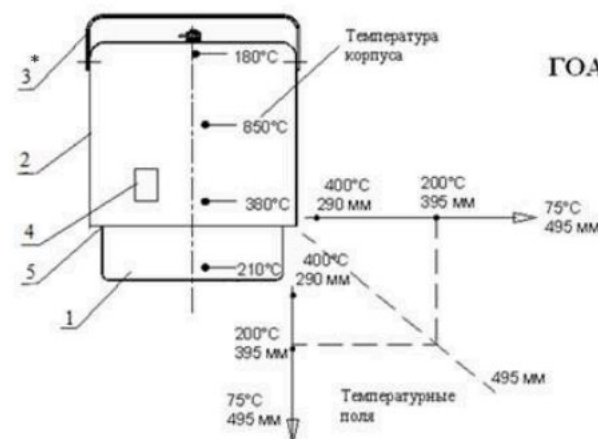

Рис.1 Устройство ГОА
4.1 ГОА «ОСАМ» (рис.1) состоит из: корпуса 1, крышки 2, УИП для подключения к цепи пуска 4, узла пуска. Узел пуска устанавливается в ГОА во время сборки на предприятии-изготовителе. Внутри корпуса 1 помещены шашки из аэрозолеобразующего состава «САО-М». Выход аэрозоля при работе генератора происходит через кольцевое сопло 5, форс пламени отсутствует, поджигающие факторы, в том числе выпадающие раскаленные частицы АОС, минимальны.